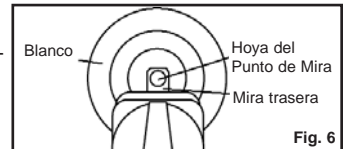

Fig. 6
- La pistola de aire suave está apuntada correctamente cuando la hoja de la mira delantera está posicionada exactamente en la ranura de la mira trasera. La parte superior de la hoja de la mira delantera debe estar nivelada con la parte superior de la muesca de la mira trasera. La diana debe verse como si descansara encima de la mira delantera (Fig. 6).